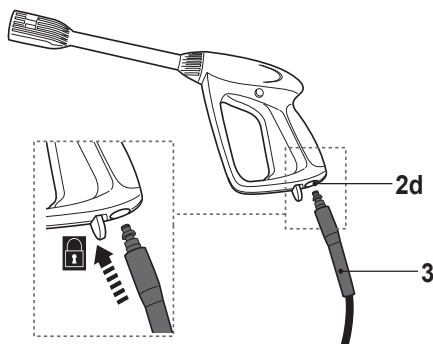

Fig. 3
- > Inserte el conector de la manguera de alta presión (3) en su correspondiente toma de conexión (2d) presente en la pistola. Asegúrese de que su conector rápido queda firmemente encajado en su sitio (Fig. 3).
- > Retire el tapón (8a) de la salida de agua (8).